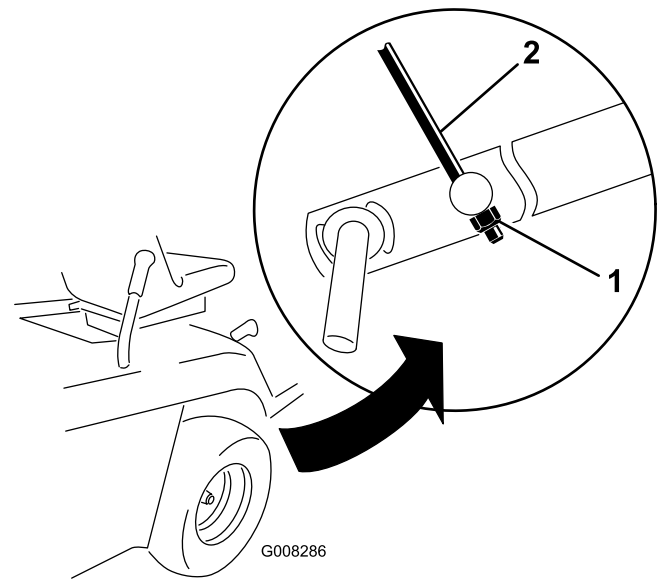

Bild 44
9. Stellen Sie die M8-Sicherungsmuttern am Ende der Höheneinstellungsstange so ein, dass die Stange etwas angespannt ist (Bild 44).